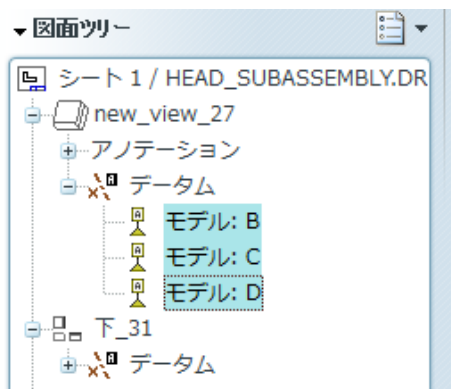

図 12-95 デーダム表記を消去
- 10) 2次断面図に各基準平面「デーダム」標記アノテーションを消去する。アノテーションモードにする。図面ツリーの配列に「デーダム」を拡張させて、Ctrl を押しながらモデル “B”、“C”、“D” を選ぶ (図 12-95) に示す。マウスを右クリックして、「消去」をクリックするとモデルに定義をしたデーダム標記が消えてしまう。